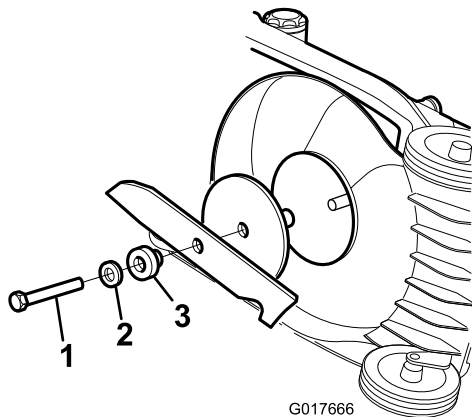

Figure 22
1. Tenez la lame à son extrémité (Figure 22) avec un chiffon ou un gant épais.
Montez une lame bien affûtée et équilibrée, et fixez-la avec le boulon. La partie relevée de la lame doit être dirigée vers le haut du carter de tondeuse pour que l'installation soit correcte. Serrez le boulon de la lame à 54 Nm (Figure 22).